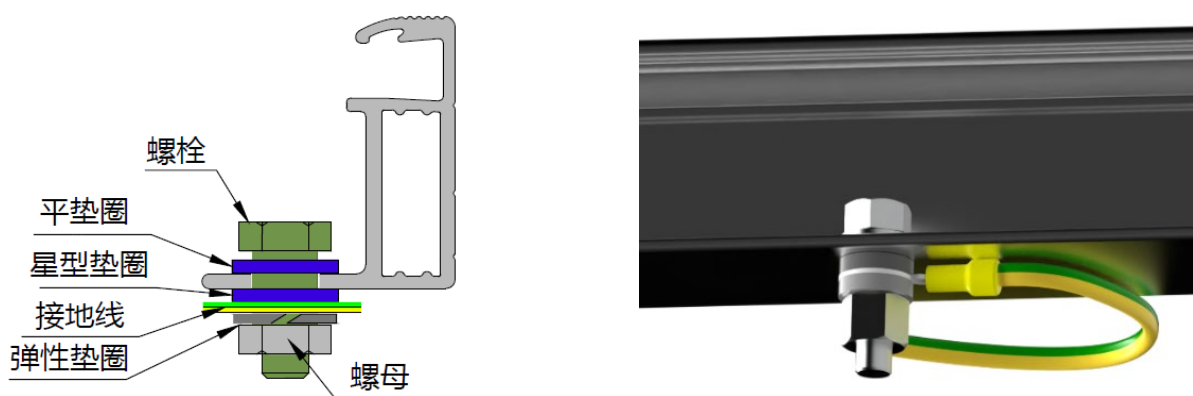

图12 螺栓接地图
- i) 晶科推荐的两种接地方式：螺栓接地和接地夹接地，螺栓接地见图12。接地安装时应拧紧螺栓，并且不应损坏组件边框或接地线；